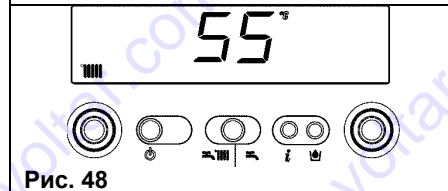

Рис. 48
**Info 3** отображается заданная температура отопления (рис. 48).